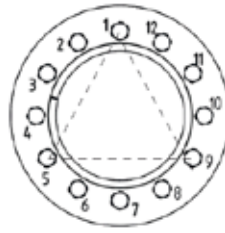

Abb. 5.10.4
- eine erste Gruppe von drei Schrauben bei ungefähr 120° leicht anziehen (s. Abb. 5.10.4);